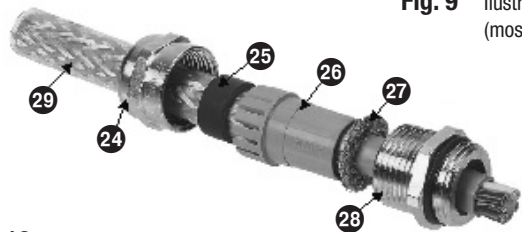

Fig. 10
3. Desatornillar la tuerca de sombrerete 24 de la atornilladura de cables 15 y retirar el inserto de laminillas 52. **Fig. 10**